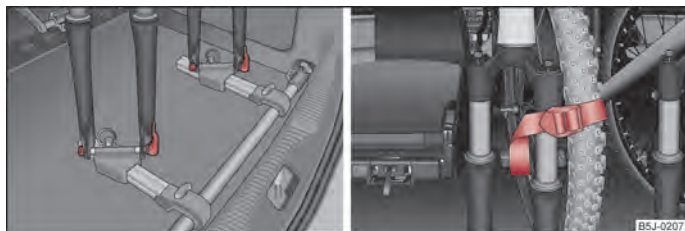

Fig. 55 Inserimento della bicicletta / fissaggio della ruota anteriore
- Posizionare la forcella della bicicletta e fissarla con l'unità di serraggio rapido ⇒ fig. 55 - a sinistra.
- Montare al meglio la ruota anteriore estratta tra la manovella del pedale sinistro ed il telaio della bicicletta; fissarla con una cinghia sulla forcella anteriore ⇒ fig. 55 - a destra, o a un punto di fissaggio.